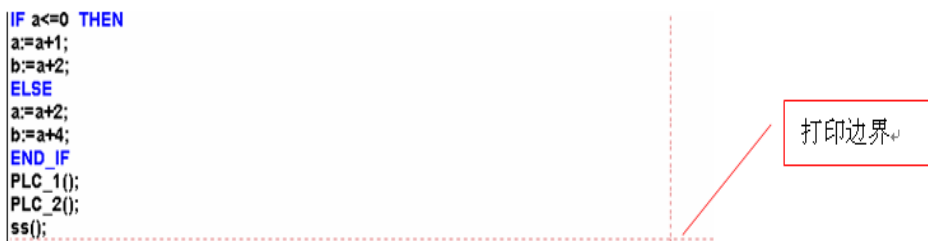

图 7-6-8 可打印区域显示
- 选中“显示打印边界”，在每一个编辑窗口，将每页打印纸可打印区域用红色虚线框出。这个区域的大小取决于打印机属性（纸张、布局）和“Content”区域的大小（文件/打印机设置），如图 7-6-8 所示。